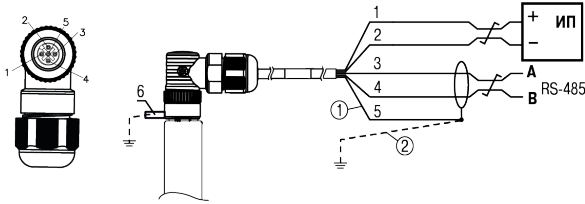

Рисунок 7.2 – Схема подключения с подключением экрана по схеме выравнивания потенциала
- 1. Заземлить корпус датчика с помощью клеммы заземления (см. *рисунок 7.2* подключение 6).